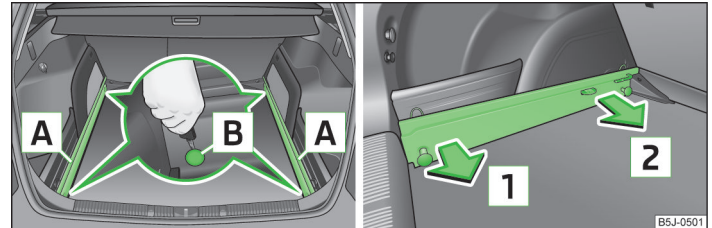

Abb. 52 Sicherungspunkte lösen / Tragschienen herausnehmen
- › Die Sicherungspunkte **B** » Abb. 52 an den Tragschienen mit dem Fahrzeugschlüssel bzw. mit einem flachen Schraubendreher lösen.
- › An jeder Tragschiene die beiden Sicherungspunkte **B** » Abb. 52 bis zum Anschlag drücken.